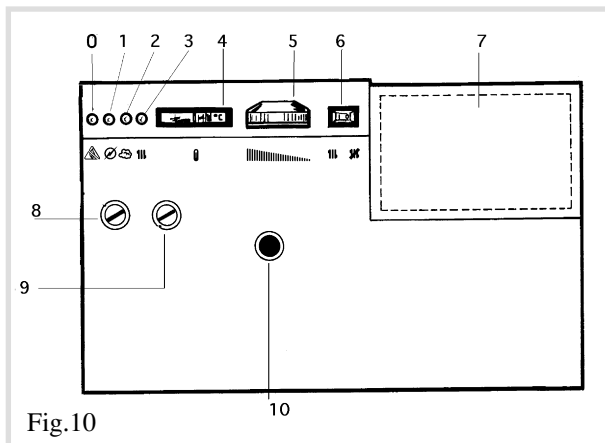

Fig.10
3.1. Bedienings en controle bord (fig.10)